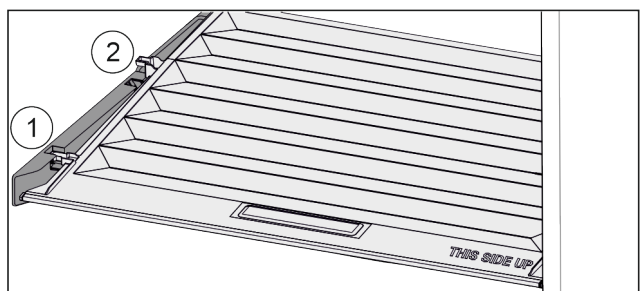

Fig. 54
- ▶ Потянуть крышку до отверстия я в поддержки ваючи x деталях вперед Fig. 54 (1).
- ▶ Поднять сзади снизу и извлечь Fig. 54 (2) движением вверх.